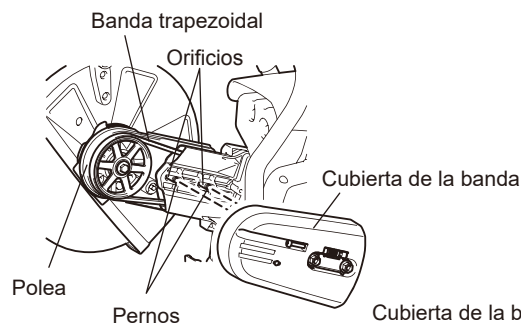

Fig. 6
- Voltee el aditamento extraído, pase el perno a través del orificio y reinstálelo en la dirección B. (Fig. 6)
- Reinstale la banda trapecoidal a la polea. (Fig. 6)